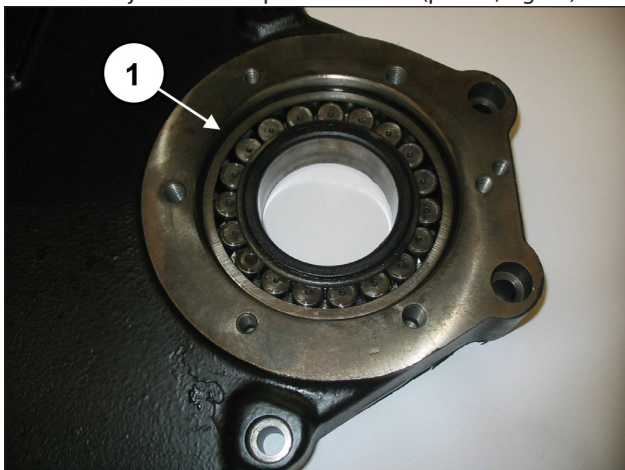

Fig. 66
Montar el cojinete en la tapa del reductor (pos. ①, Fig. 66).